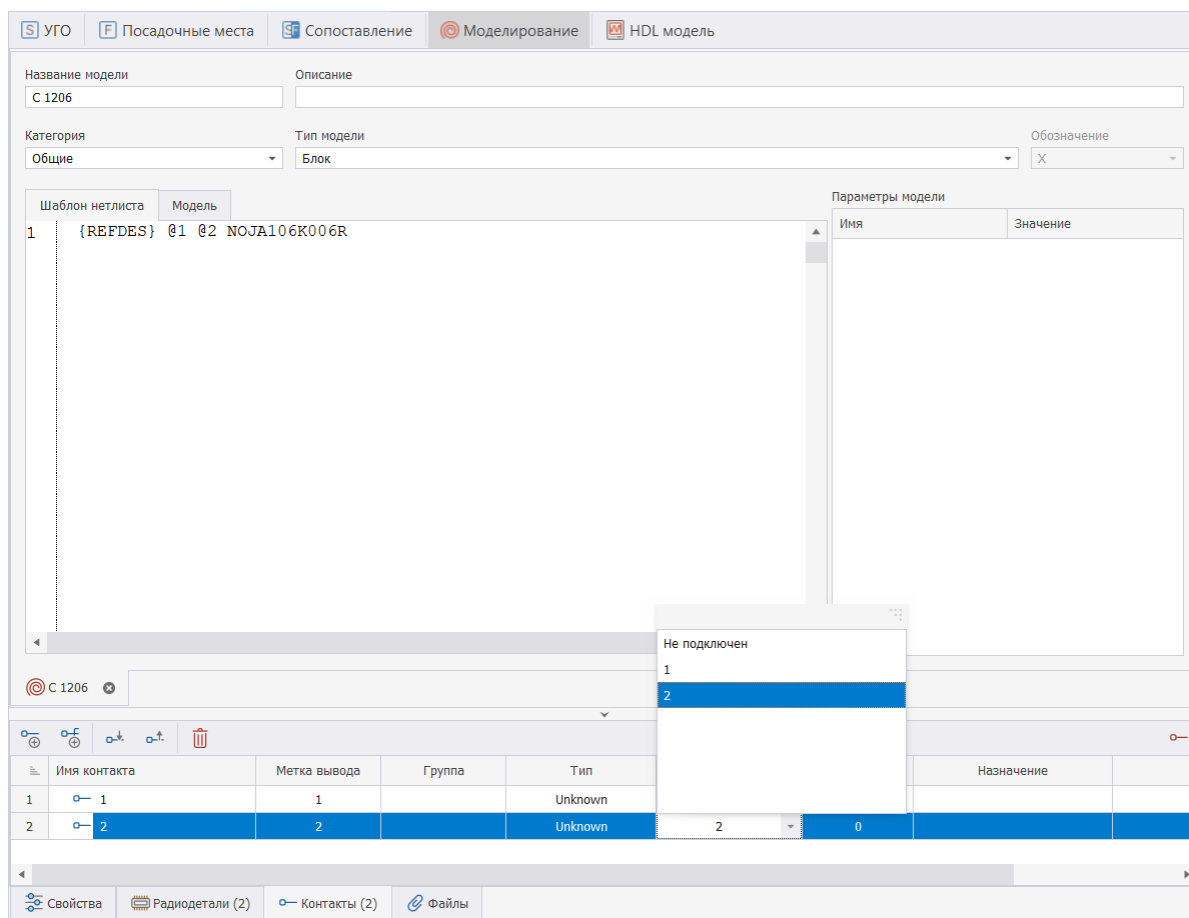

Рис. 13 Сопоставление контактов УГО с выводами SPICE-модели
7. Перейдите на вкладку «Контакты» и сопоставьте контакты УГО с выводами SPICE-модели, Рис. 13.